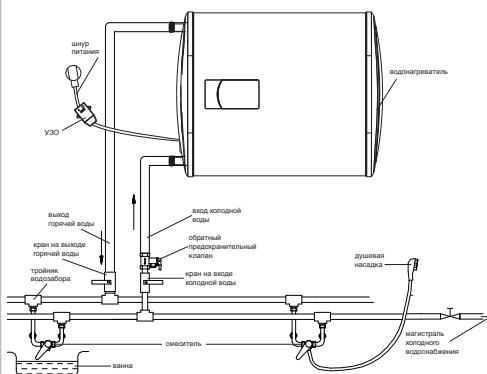

Рис. 9
- Установка водонагревателей серий Smalto, Smalto DL существенно облегчается возможностью установить их как вертикально, так и горизонтально в любом месте вашего дома, в отопляемом (!) помещении. Желательно установить водонагреватель как можно ближе к месту использования горячей воды, поскольку чем меньше длина труб, тем меньше потери тепла. Как показано на рис. 9, при горизонтальной установке водонагревателя трубы подводки должны быть расположены слева. При установке водонагревателя рядом со стеной, оставьте рекомендованное свободное пространство для технического обслуживания. Не устанавливайте водонагреватель на горизонтальной поверхности и вплотную к полу.